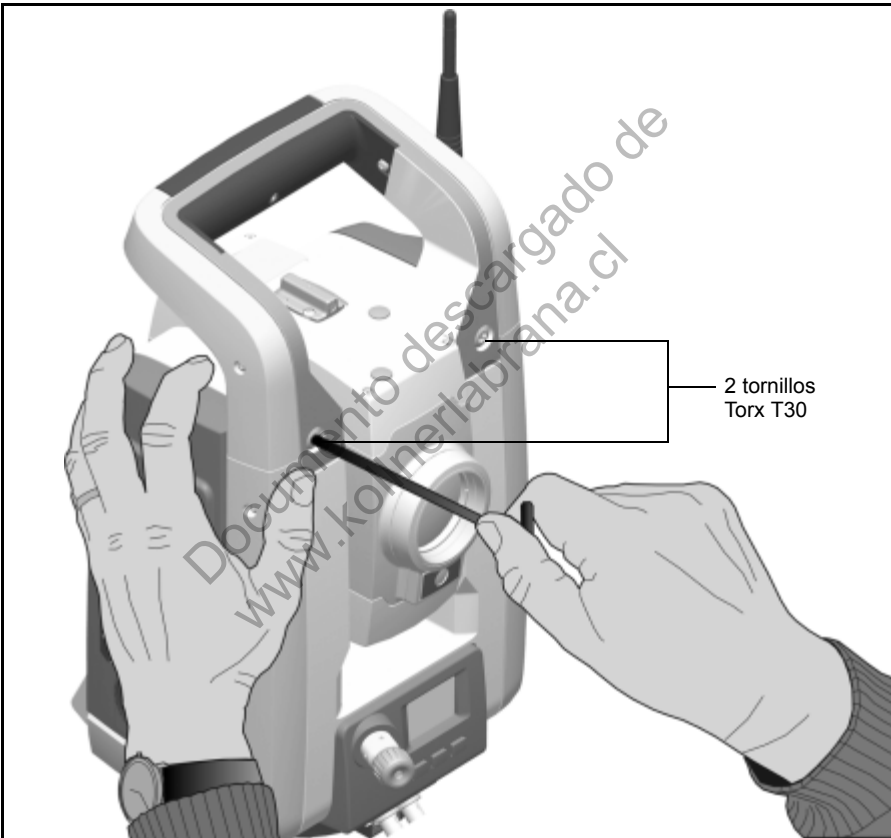
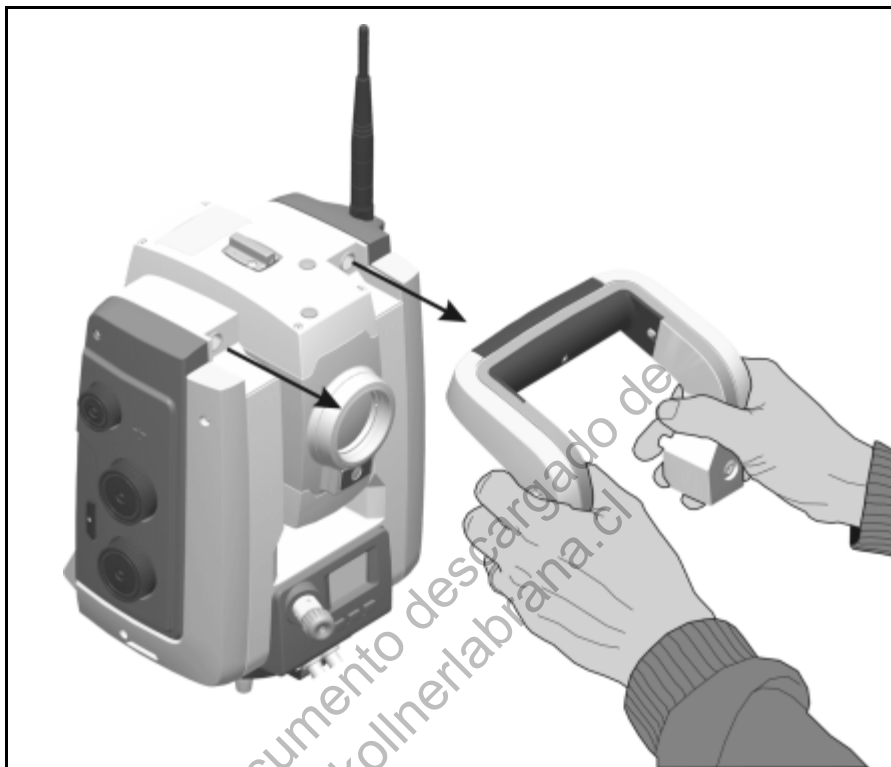

Figura 3.20 Quitando el asa
Figura 3.21 Quitando el asa
2. Tire del asa horizontalmente y sáquelo del instrumento. Véase la Figura 3.20 y la Figura 3.21.